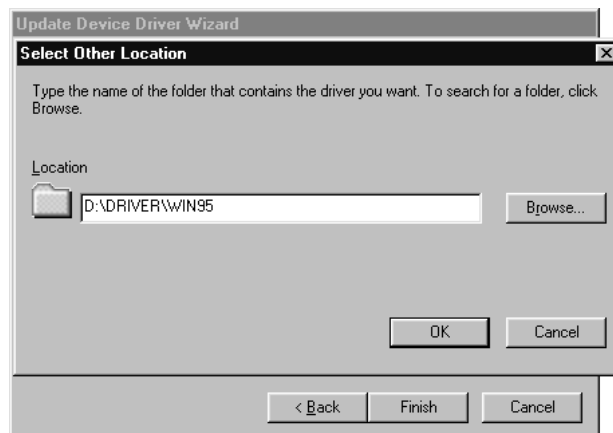

Figura 4: selezione del percorso
5. Fare clic su 'Altra posizione' {Other locations...}. Viene visualizzata la finestra illustrata in Figura 4.